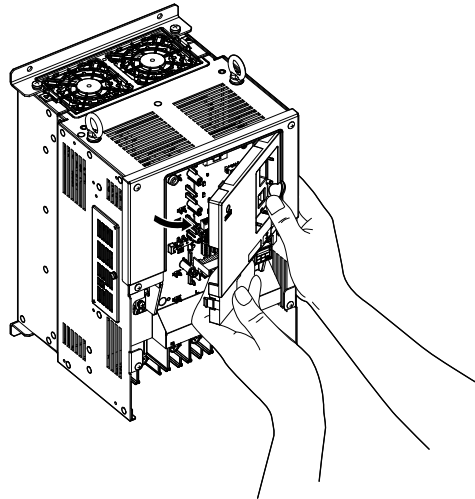

Figure 3.19 Retirer le couvert frontal (2A0010 à 2A0415 et 4A0058 à 4A1200)
- Décrocher le côté gauche du couvert frontal, puis tirer le côté gauche vers vous tel qu'illustré à la Figure 3.19 jusqu'à ce que le couvert se détache.